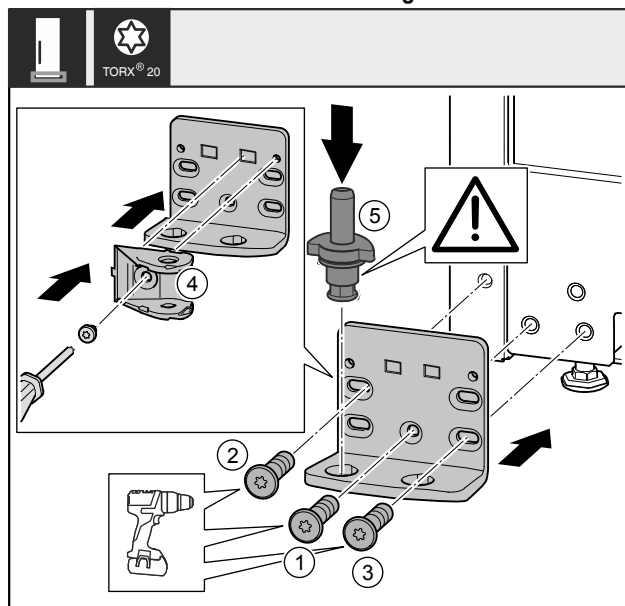

Fig. 37 *
- Coloque el soporte del cojinete en el otro lado y atorníllelo con un destornillador. Comience con el tornillo Fig. 37 (1) en la parte inferior central.*
- Atornille el tornillo Fig. 37 (2) y el tornillo Fig. 37 (3).*
- Gire la conexión del amortiguador de cierre Fig. 37 (4) 180°. Atornille el soporte del cojinete en el otro lado con un destornillador.*
- Inserte completamente los pernos del cojinete Fig. 37 (5). Asegúrese de que la leva de bloqueo apunte hacia atrás.*